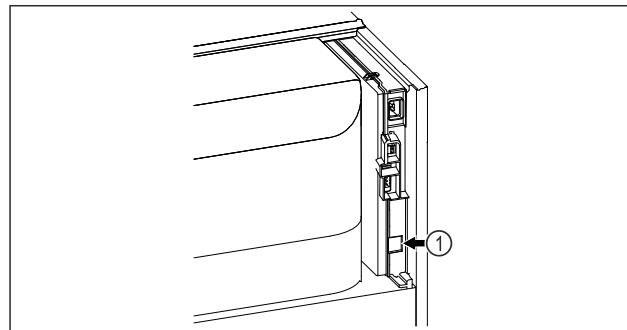

Fig. 129
- SmartModule Fig. 129 (I) встановлено.